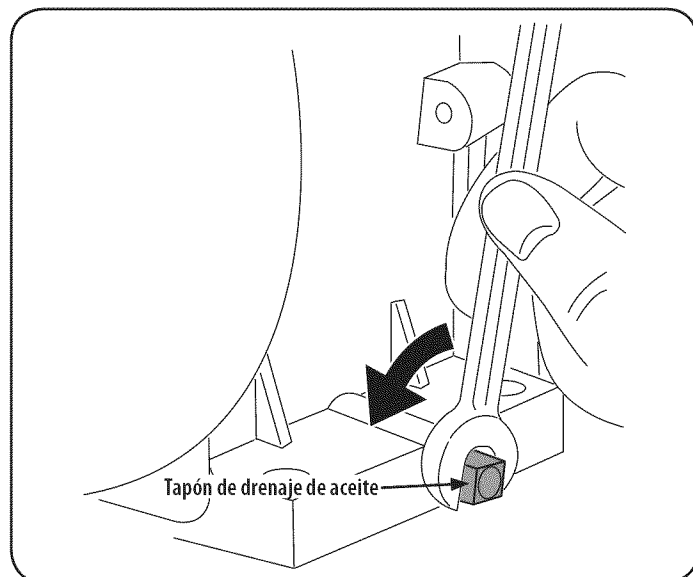

Figura 25
- Saque el tapón de drenaje del aceite. Vea la Figura 25.